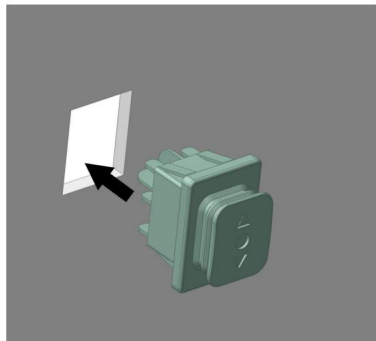
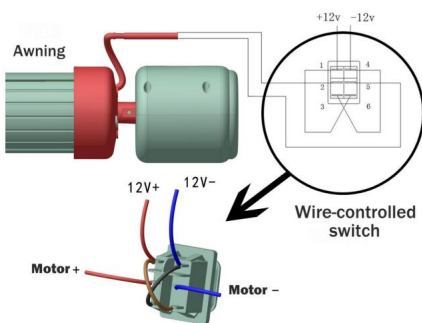

Figure D20
Figure D21
4.1 Tout d'abord, installez l'interrupteur de commande du fil dans une position appropriée à l'intérieur du véhicule (Figure D20). Une fois le capot installé, introduisez le fil du moteur dans le véhicule et connectez-le conformément à la Figure D21. Il est recommandé d'utiliser un cordon d'alimentation à 2 conducteurs avec 1,5 mm ou plus et une longueur de fil RVV2 de 3 m maximum pour le cordon d'alimentation du moteur (la partie câblage à l'intérieur de la voiture doit être préparée).